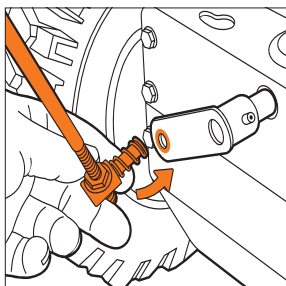
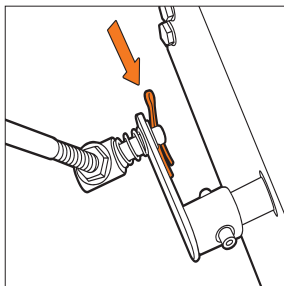

Рис. 6
Рис. 7
- Подсоедините штангу к кронштейну привода передач в нижней части снегоуборщика (Рис. 6) и зашплинтуйте ее (Рис. 7).